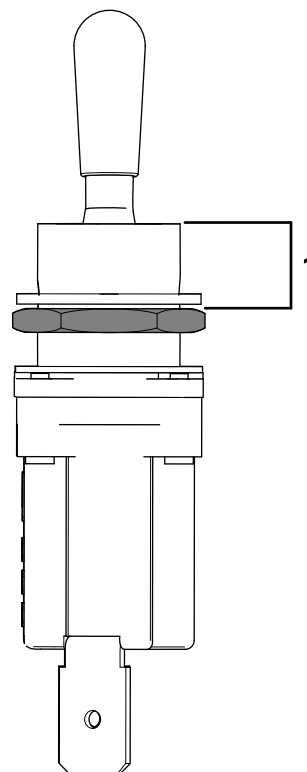

Figur 7
6. Bor et hul (12 mm) foran timemåleren til vippekontakten (Figur 7).